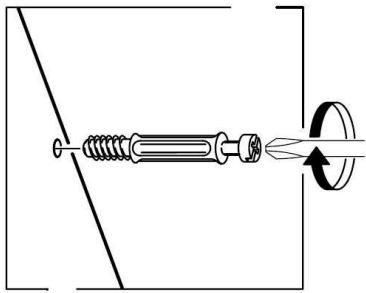

Рис. 1
1. В боковые стенки (2), (3), перегородку (4), планку заднюю (21) в имеющиеся отверстия установить эксцентрики таким образом, чтобы стрелка была повернута в сторону отверстия в торце.
В установленные муфты эксцентриковых стяжек на боковых стенках (2), (3), крышке (1), ввернуть дюбели DU 644, в соседние отверстия установить шканты (рис.1).
2. Установить монтажные планки петель на боковую стенку (2) с помощью комплектных винтов.